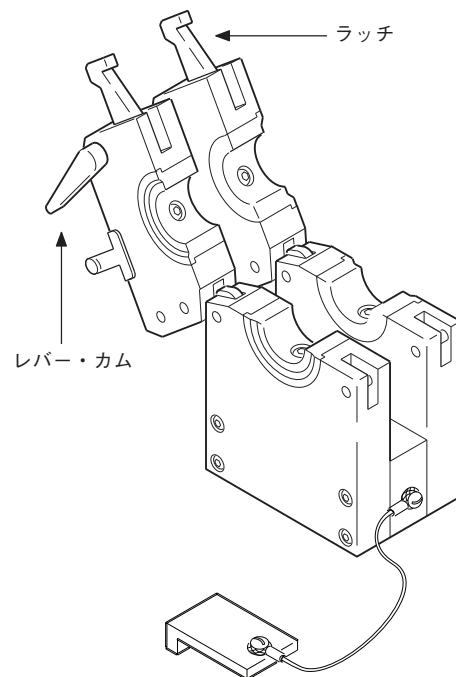

図 24 : レバー・カムおよびラッチ
6. レバー・カムおよびラッチがスムーズに動作するか点検します。図 24 をご参照ください。